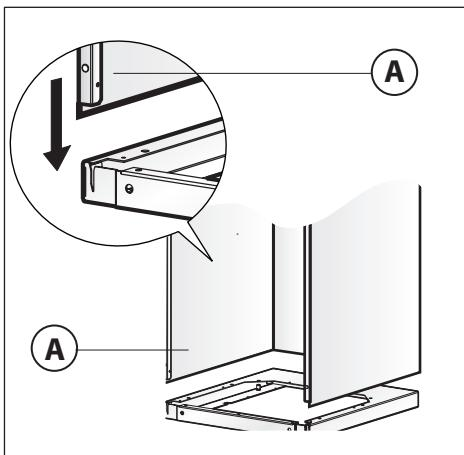
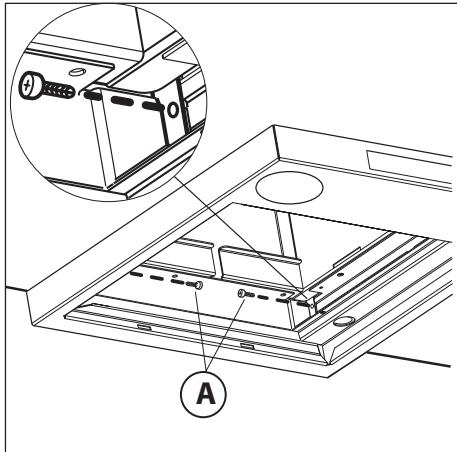

Fig.4
Fig.6
- Om apparaten har de nedre fogarna på samma sätt som på bild 4.A, ska den kopplas som på bild 6.A.